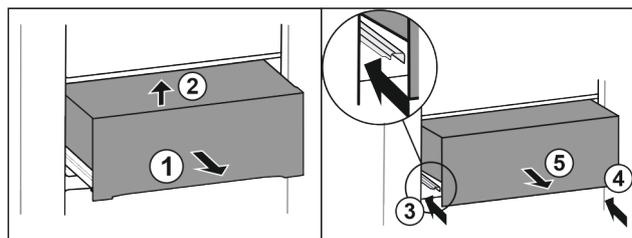

Fig. 47\*
- ▶ Schubfach halb herausziehen Fig. 47 (1).\*
- ▶ Vorne anheben Fig. 47 (2).\*
- ▶ Linke Schiene einschieben Fig. 47 (3).\*
- ▶ Rechte Schiene einschieben Fig. 47 (4).\*
- ▶ Schubfach nach vorne entnehmen Fig. 47 (5).\*